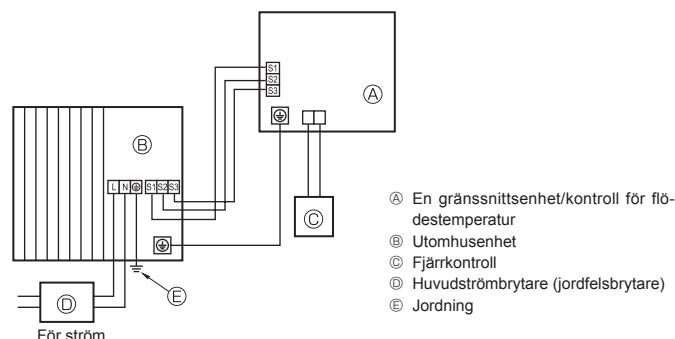
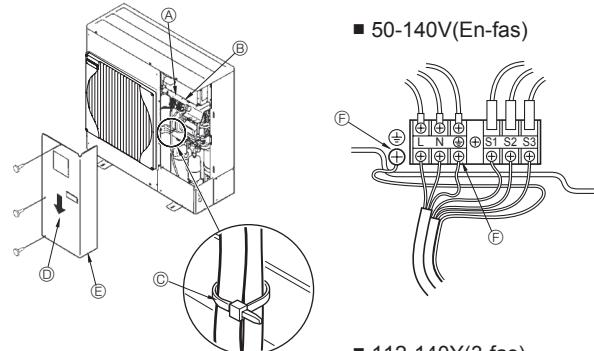

Fig. 6-1
Fig. 6-2
6.1. Utomhusenhet (Fig. 6-1, Fig. 6-2)
① Ta bort servicepanelen.
② Hänvisa till Fig. 6-1 och Fig. 6-2 när kablarna dras.